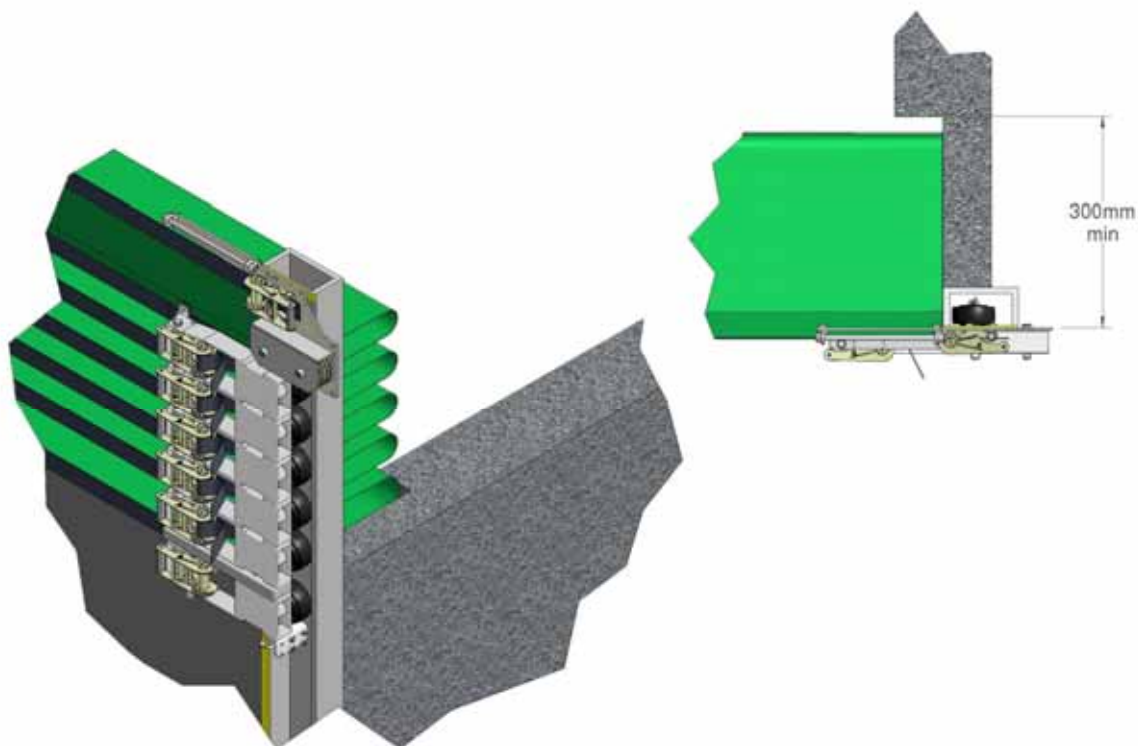

Abbildung 5
6. Auf beiden Seiten der Schiene muss ein Zwischenraum von mindestens 300 mm liegen, sodass ausreichend Platz zum Einfalten des Panels besteht und eine Beschädigung durch Abrieb vermieden wird (Abbildung 5). Überprüfen Sie den Bereich auf Hindernisse (Ablaufrinnen, Fallrohre usw.), die den Betrieb des Systems behindern könnten.